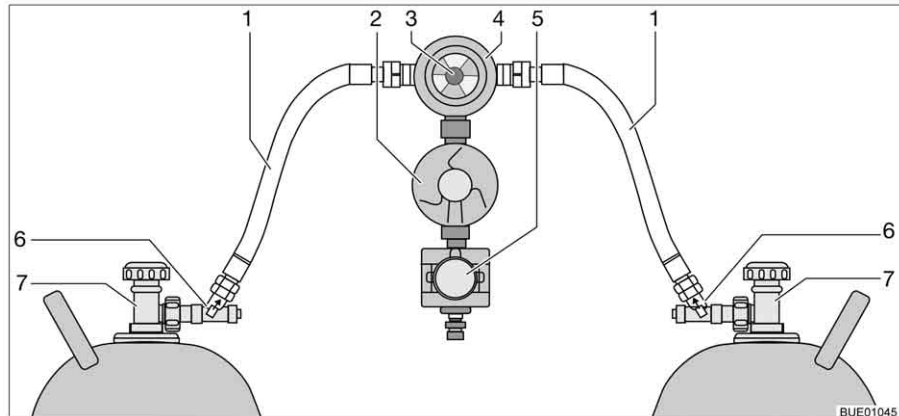

Bild 143 Crash-Protection-Unit-Umschaltanlage
Die Crash-Protection-Unit besteht aus zwei Durchflussbegrenzern mit manueller Entriegelung (Bild 143,6), einem Umschaltventil (Bild 143,4) mit Druckregler (Bild 143,2), einem Elektroventil (Bild 143,5) und der Bedieneinheit mit dreifarbigem LED (Bild 143,1). Das Umschaltventil ist zwischen den beiden Gasschläuchen (Bild 143,1) montiert.
Mit dem Drehknopf (Bild 143,3) am Umschaltventil lässt sich bestimmen, welche der Gasflaschen als Betriebsflasche und welche Gasflasche als Reserveflasche verwendet wird.
An der Bedieneinheit (Bild 144) können nur die elektrischen Funktionen geschaltet werden. Die Haupt-Absperrventile der Gasflaschen (Bild 143,7) und die Entriegelungen (Bild 143,6) müssen von Hand geöffnet werden.
- Haupt-Absperrventile an den Gasflaschen (Bild 143,7) öffnen.
- Entriegelungen (Bild 143,6) nacheinander 10 Sekunden lang drücken.
- Mit dem Drehknopf (Bild 143,3) am Umschaltventil (Bild 143,4) die Gasflasche wählen, der vorrangig das Gas entnommen werden soll (Betriebsflasche).
- Haupt-Absperrventile an den Gasflaschen (Bild 143,7) schließen.